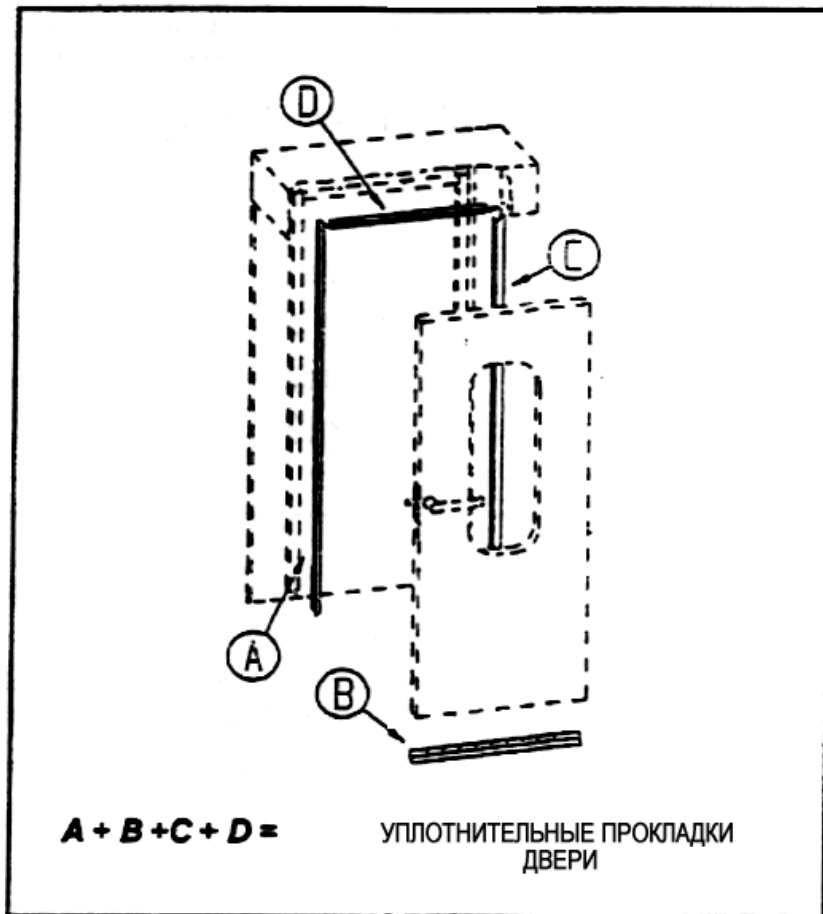

Рис. 31
- (3)- Произвести демонтаж прокладок, закрепленных винтами-саморезами к дверному проему и самой двери (Рис. 31).